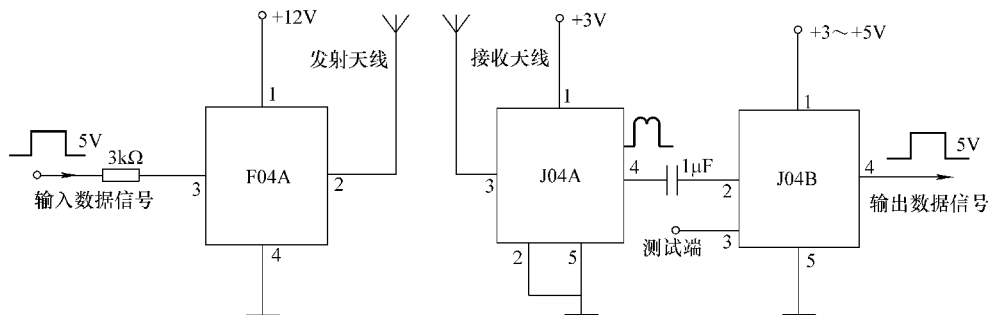

图 3-50 F04A/J04A、B 系列无线电发射与接收模块电路
3) 工作原理。F04A/J04A、B 系列无线电发射与接收模块电路原理:输入端输入数据信号,经电阻限流后加到 F04A 的③脚,对模块产生的高频信号进行调制,然后从②脚输出,发射天线以电磁波形式向外辐射。在有效距离内,接收天线接收到的高频无线电信号,经 J04A 模块内部电路放大、解调,再由④脚输出。经电容耦合输送到 J04B 的②脚,再由内部电路放大、整形、还原数据信号从④脚输出,送到下一级电路,作为遥控数据指令,如图 3-50 所示。